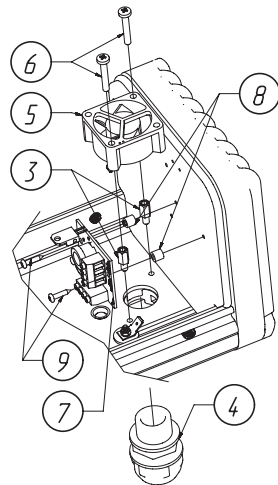

Fig. 2
- Dévisser le bouchon Pg 16 en acier sur le fond du caisson, et visser le filtre à air (4) fourni avec le kit (Fig.2).
- Visser les entretoises hexagonales (3) dans les trous filetés prévus sur le fond du caisson, et fixer le ventilateur (5) au moyen des vis de fixation (6) (Fig.2).